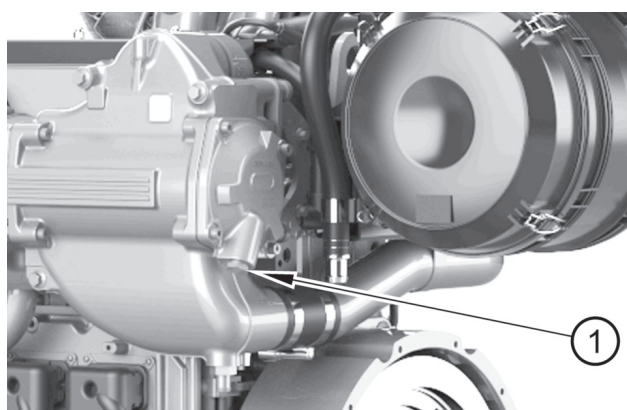

Figura 9
2. Quite el tapón de drenaje (figura 9, elemento 1) del posenfriador. Asegúrese de que el orificio de drenaje no esté obstruido.